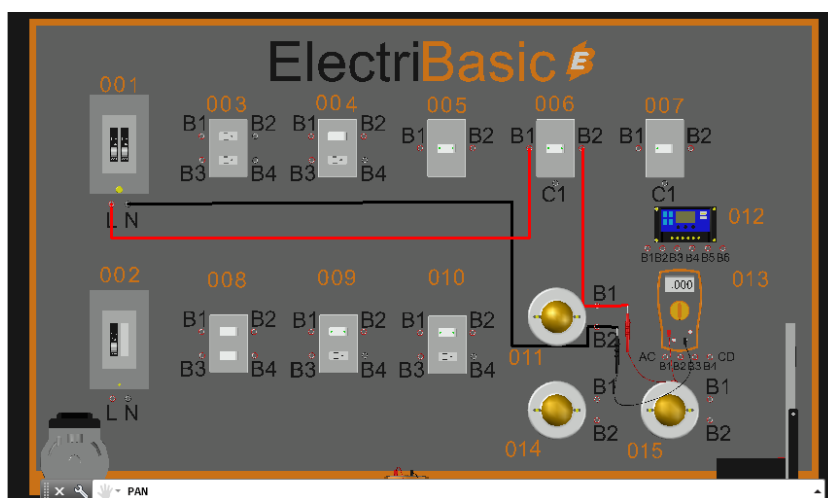

Fig.1 Medición de voltaje en el circuito.
- 2.-Conectar el interrupor termomagnético 001-L con 005-B1 posteriormente 005-B2 conectarlo con 011-B1 y 001-B2 con 001-N como se muestra en la Fig.1